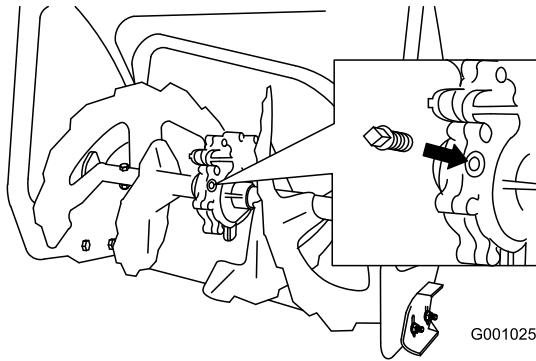

Рисунок 50
2. Очистите поверхность вокруг пробки редуктора (Рисунок 50).